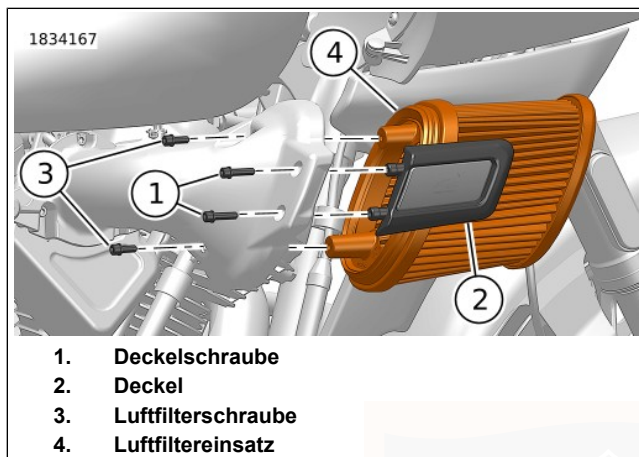

Abbildung 104. Luftfiltereinsatz
1. Siehe Abbildung 104. Die beiden Abdeckungsschrauben (1) entfernen, dann die Abdeckung (2) entfernen.
2. Die Luftfilterschrauben (3) entfernen, dann den Luftfiltereinsatz (4) entfernen.
1. Siehe Abbildung 104. Loctite 243 MEDIUM STRENGTH THREADLOCKER AND SEALANT (BLAU) auf die Gewinde der Luftfilterschrauben (3) auftragen.
2. Den Luftfiltereinsatz (4) anbringen.